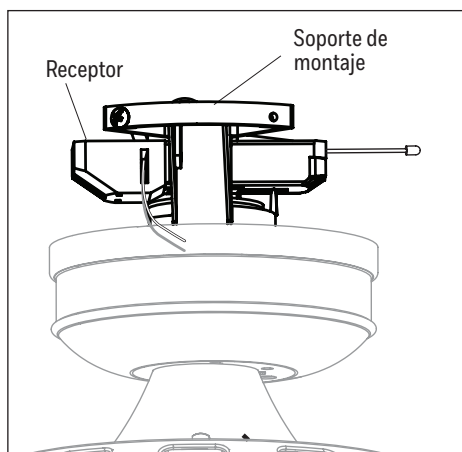

Figura 3.5
5. Conecte el conector de 3 clavijas de la varilla al conector de 3 clavijas del receptor. Luego, inserte el receptor, primero la antena, en el soporte de montaje con el lado plano hacia el techo. **Nota:** el receptor se apoyará directamente sobre la parte superior de la varilla (Figura 3.5).